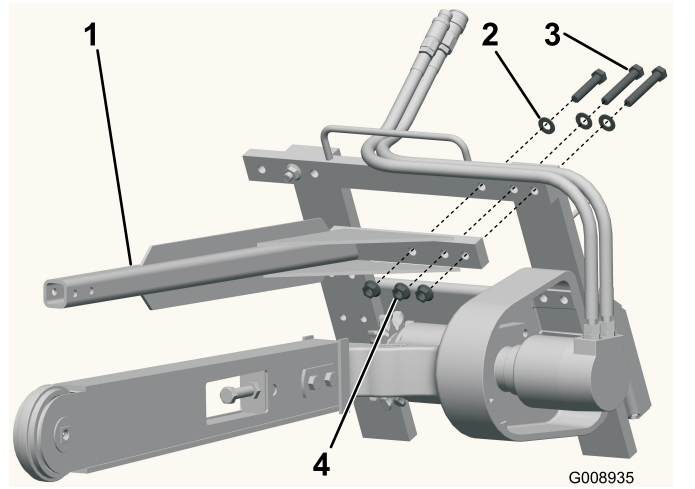

Bild 4
2. Montieren Sie die Sicherungsstange des Grabenfräsens mit den vorher entfernten Befestigungsteilen, siehe (Bild 4).
1. Entfernen Sie die 3 Schrauben, Scheiben und Bundmuttern von der oberen linken Ecke des Rahmens des Grabenfräsens (Bild 4).